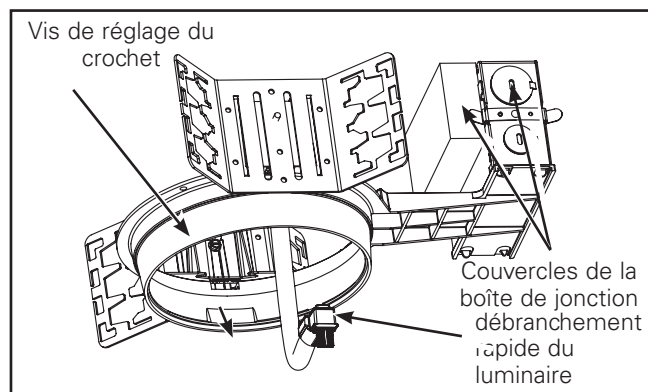
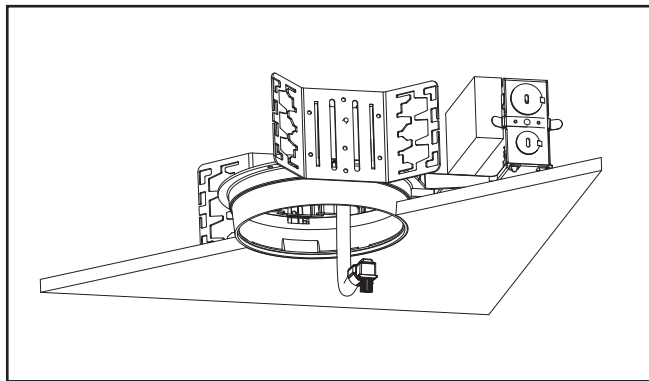

Figure 1.
Figure 2.
2. Vis de réglage du crochet : Ajustez les vis de réglage du crochet (Figure 1) de façon à ce que le bas de l'anneau à plâtre affleure la surface du plafond fini. (Figure 2) Le support de suspension est réversible pour permettre un ajustement complet de 12,7 cm (5 po).
1. Insérez l'extrémité de la conduite flexible dans l'ouverture de la structure d'ouverture du plafond exposant la partie supérieure de la prise de débranchement rapide (Figure 2).